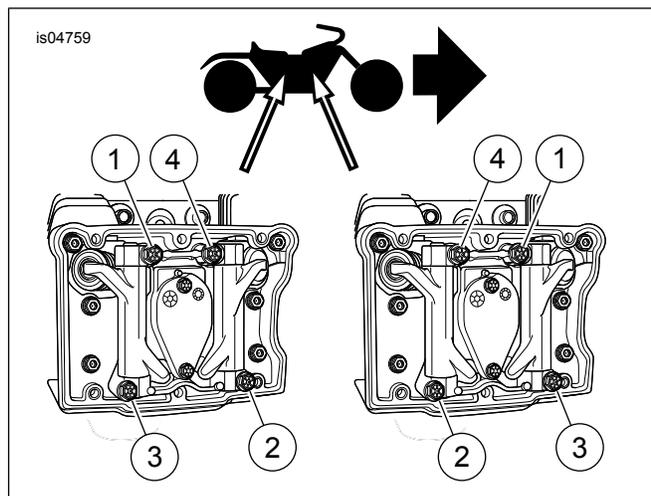

Abbildung 9. Die vier KIPPHEBELSCHRAUBEN gemäß der abgebildeten Reihenfolge jeweils um eine 1/4-Umdrehung anziehen.
10. Die vier Kipphebelstützplatten-Schrauben abwechselnd um eine **1/4-Umdrehung** anziehen; dabei die Reihenfolge einhalten, die für den **vorderen oder hinteren Zylinder** in Abbildung 9 dargestellt ist. *HINWEIS: Weil der Motor für diesen Einbau im Fahrgestell gelassen wurde, die Schraube der Kipphebelstützplatte an der hinteren linken Seite (nur am hinteren Zylinder) mit einem 3/8-in-Drehmomentschlüssel, der mit einem „knochenförmigen“ 1/2-in-Adapter ausgestattet ist (Snap-on FRDH161 oder gleichwertig), endgültig anziehen. Da jede Verlängerung das Drehmoment vervielfachen kann, muss der Drehmomentschlüssel senkrecht zum Drehmomentadapter sein, wenn die Schraube angezogen wird. Der 90-Grad-Winkel zwischen den Werkzeugen eliminiert den Vervielfachungseffekt und verhindert, dass die Schraube zu fest angezogen wird. Falls der Adapter mit dem Drehmomentschlüssel in einer Linie gehalten wird, wird das Kipphebelgehäuse durch den Multiplikationsfaktor verzerrt.* Die Schrauben um jeweils eine 1/4-Umdrehung weiter abwechselnd anziehen, bis alle Schrauben auf ein Drehmoment von 24,4–29,8 N·m (18–22 ft-lbs) angezogen sind.